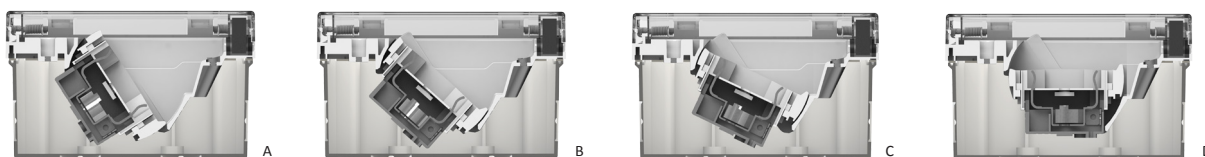

fig. 6
- Trate de mover el soporte basculante mientras se asegura de su completo movimiento (fig. 6-A,B,C,D).
- Essayer de faire bouger le support inclinable afin de vous assurer qu'il peut effectuer un mouvement complet. (fig. 6-A,B,C,D).